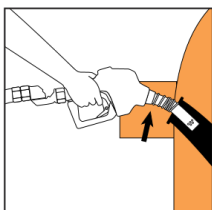

Figure 3
- Перед началом налива убедитесь, что TDW-11A (TDW-7H) правильно помещен в топливный бак. Некоторые конструкции топливных баков не обеспечивают надлежащее удерживания топливных кранов. В этих случаях TDW-11A (TDW-7H) должен быть под контролем человека на протяжении всего времени налива чтобы предотвратить его выпадение из топливного бака. Не соблюдение данного правила может привести к опасному разливу топлива. (См. figure 3)